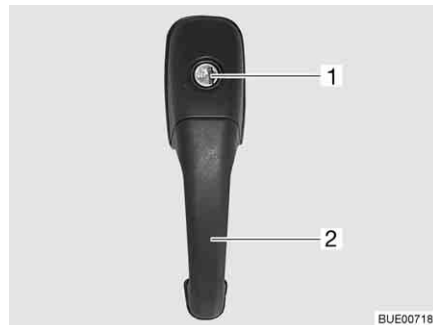

Fig. 43 Serratura della porta di ingresso, lato esterno
- Inserire la chiave nel cilindro della serratura (Fig. 43,1) e ruotare fino a quando la serratura della porta si sblocca.
- Tirare la maniglia della porta (Fig. 43,2). La porta è aperta.
- Inserire la chiave nel cilindro della serratura (Fig. 43,1) e ruotare fino a quando la serratura della porta si blocca.